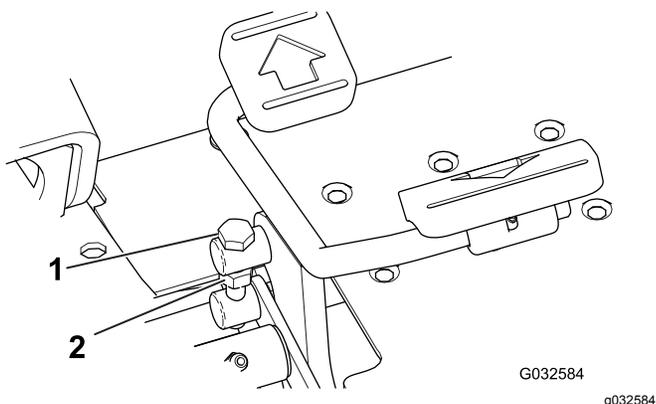

Рисунок 43
1. Ослабьте контргайку на болте цапфы в боковой части педали тяги (Рисунок 43).